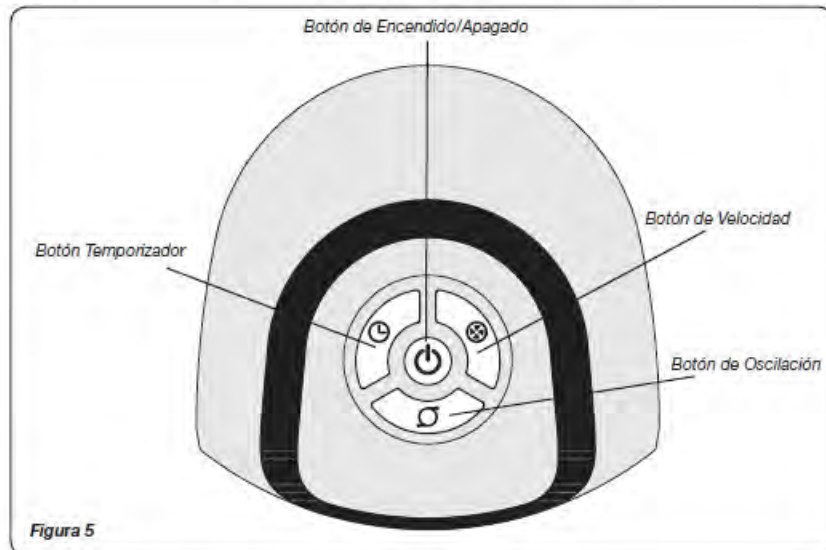
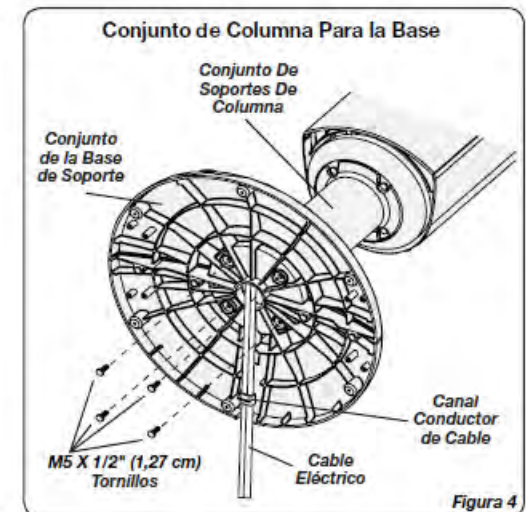

Figura 5
Figura 4
Este Ventilador podrá hacerse funcionar mediante los controles manuales ubicados en la parte superior de la unidad (como se indica en la **Figura 4**) o con el Control Remoto (como se indica en la **Figura 5**)
6. Alinee el **Conjunto de la Base de Soporte** con el **Soporte de Columna**, cerciorándose de que el canal del cable en la parte inferior de la base de soporte esté orientado hacia la parte posterior del Ventilador. Ensamble el **Conjunto de la Base de Soporte** con el **Conjunto del Soporte de Columna** utilizando los **Tornillos M5 de (4) 1/2" (1,27 cm)** de largo. Jale con cuidado toda holgura excesiva del **Cable de Electricidad** e introdúzcala por el **Canal Conductor de Cable**. (*Figura 4*)